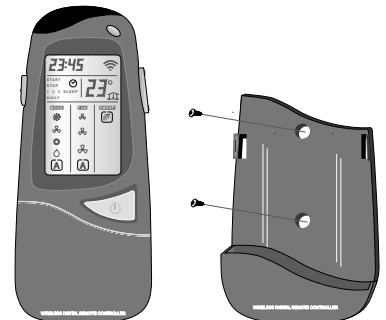

Рис. 10
- При помощи двух винтов, входящих в комплект, прикрепите кронштейн к стене в месте, указанном заказчиком (см. рис. 10).